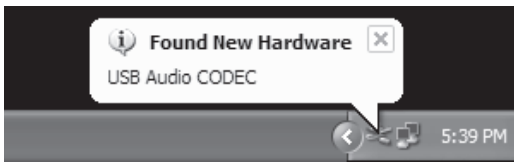

Figure 1
1. La première fois que vous reliez la console au port USB, Windows installe les Drivers universels du port utilisé. Une bulle d'aide contextuelle s'affiche pour indiquer que le codec USB Audio a été trouvé (Figure 1).